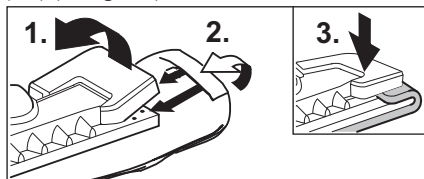

Fig. 12: Påsætning af rengøringskluden
- Fastgør rengøringskluden (H3) på gulvdysen (H1). Fold rengøringskluden sammen på langs og stil gulvdysen på den. Træk enderne af rengøringskluden ind under holdeklemmerne (H2) (se fig. 12).